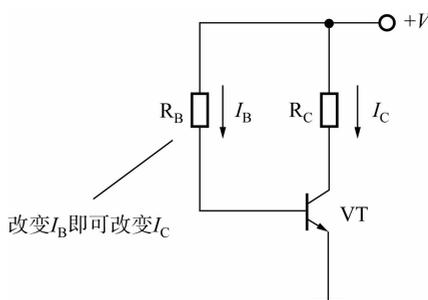

图 1-1-3 调整晶体管工作点
(2)调整晶体管的工作点是电阻器用于限流的一个例子。如图 1-1-3 所示为晶体管放大电路,晶体管集电极电流  $I_C$ (工作点)由其基极电流  $I_B$  决定。改变晶体管基极电阻  $R_B$  的阻值,即可改变  $I_B$ ,也就是改变了  $I_C$ ,即改变了晶体管的工作点。